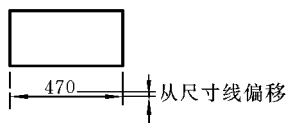

图 6.15 “从尺寸线偏移”示例
② 水平:下拉列表有五个选项,分别为置中、第一条尺寸界线、第二条尺寸界线、第一条尺寸界线上、第二条尺寸界线上(我国标准规范中没有第 4 和第 5 个图示的标注)。
③ 从尺寸线偏移:设置尺寸文本与尺寸线之间的距离。如图 6.15 所示。
(3) 在“文字对齐”框架中,用户可以设置标注文字是保持水平还是与尺寸线平行。常用选项解释如下。